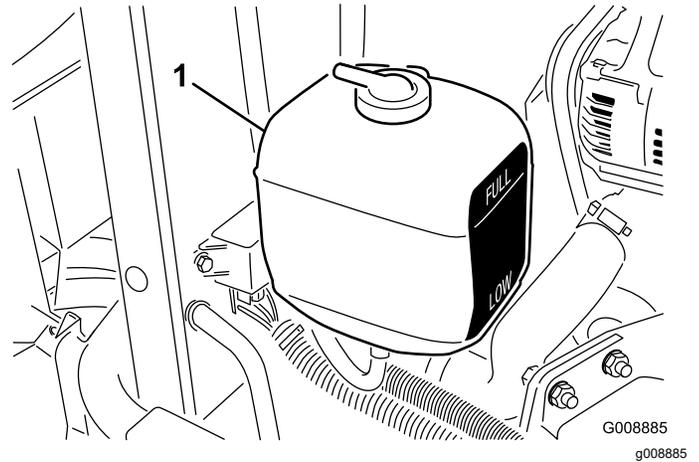

Figura 28
1. Verifique o nível de líquido de refrigeração do depósito secundário (Figura 28). Num motor arrefecido, o líquido de arrefecimento deve estar entre as marcas existentes no lado do depósito.